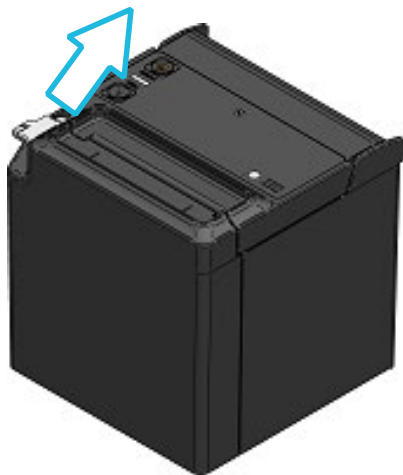

図 8-1 リリースレバー（上排出）
- ① リリースレバーを図 8-1、図 8-2の矢印方向に操作し、ペーパーカバーを開けてください。